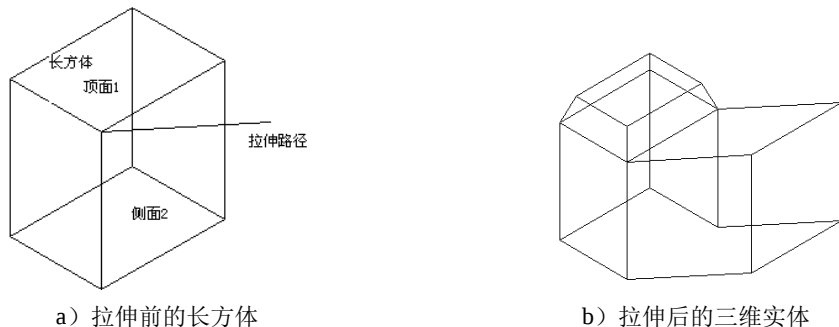

图 10-72 拉伸长方体
(2) 路径(P): 沿指定的路径曲线拉伸面。如图 10-72 所示为拉伸长方体顶面和侧面的结果。